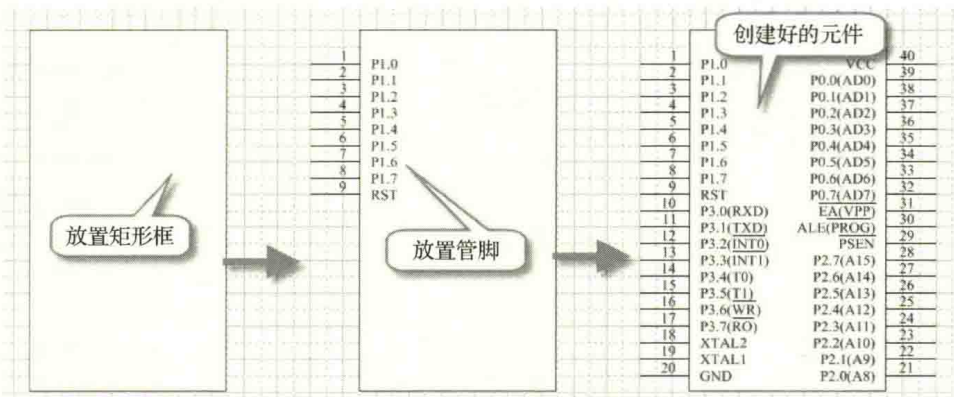

图 4-112 “89C51” 元件创建的过程
- (2) 执行菜单命令“Place-Rectangle”，在工作区的中心位置放置一个合适的矩形框。
- (3) 执行菜单命令“Place-Pin”，在矩形框的边缘放置管脚。在放置状态下按“Tab”键，更改管脚名称为“P1.0”，管脚序号为“1”。
- (4) 重复第（3）步，直至把 89C51 芯片的管脚都放置完毕，如图 4-112 所示。